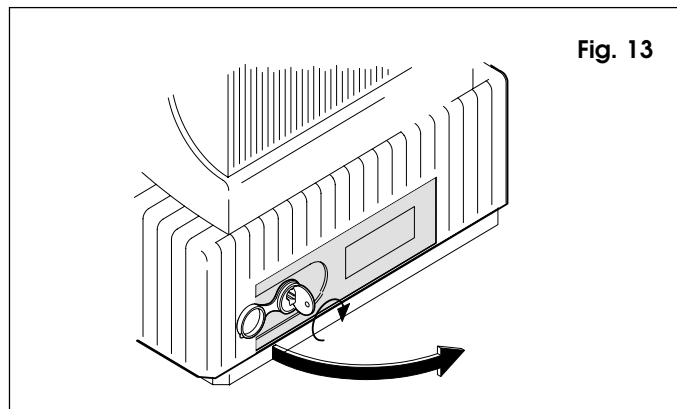

Fig. 13
- haal de beschermdop weg en steek de hiervoor bijgeleverde sleutel in het slot (fig.13);
- draai de sleutel met de klok mee en maak het deurtje van het ontgrendelmechanisme open, zoals op fig.13.